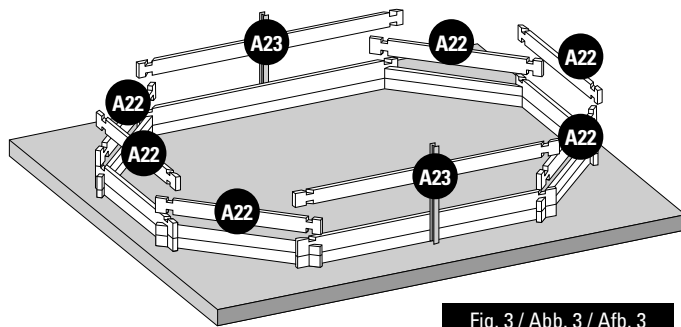

Fig. 3 / Abb. 3 / Afb. 3
- EN** **3rd LAYER OF BOARDS:** Install the third layer of boards as shown in figure 3. The position of the refilling fitting with the key and the skimmer should be defined at the start of the assembly (read the specific paragraphs).
- FR** **3ÈME RANGÉE MADRIERS :** Positionnez les madriers de la 6ème rangée conformément à la figure 3. Vous devez avoir déterminé l'emplacement de la buse de refoulement et du skimmer dès le début du montage (voir paragraphes espécifiques).
- DE** **3. BRETTERREIHE:** Platzieren Sie die Bretter der dritten Reihe laut Abb. 3. Zu Beginn der Montage müssen Sie die Lage des Druckventils und des Skimmers festlegen (lesen Sie hierzu die entsprechenden Abschnitte).
- NL** **3ª RIJ PLANKEN:** Plaats de planken van de derde rij zoals te zien is op afbeelding 3. U moet al bij aanvang van de montage bepalen op welke plaats het uitstroommondstuk en de skimmer moet komen (less de betreffende paragrafen).